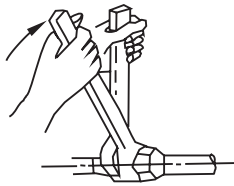

Рис. 6-5
- Расположите трубопроводы в нужном положении, заверните гайки от руки, затем затяните их гаечным ключом (см. рис. 6-5).